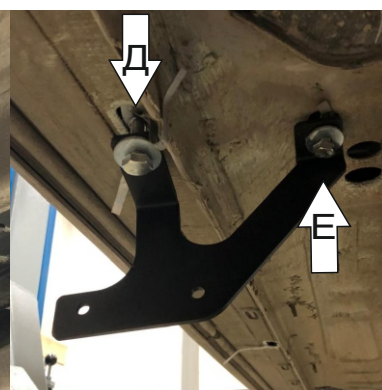

Рис. 4
4. Установить задний кронштейн к установленным гайкам закладным используя соответствующие болты M8x25 с шайбой 8 и шайбой 8 гр. (Е), и M10x25 с шайбой 10 и шайбой 10 гр. (Д). (Рис. 4)